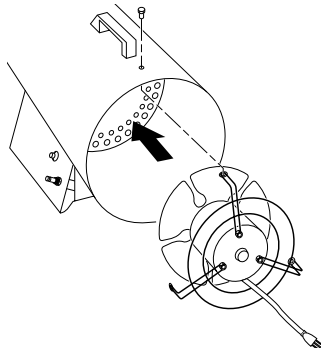

**Figure 8 - Retrait ou fixation de la grille de ventilateur sur le moteur**
5. Retirer les trois écrous de fixation de la grille de ventilateur au moteur à l'aide d'une clé à douille. Retirer la grille du moteur (voir la figure 8).
7. Monter la grille de ventilateur sur le nouveau moteur avec les trois écrous. Lors de la fixation de la grille sur le moteur, positionner le cordon d'alimentation comme illustré à la figure 8. Serrer les écrous fermement.